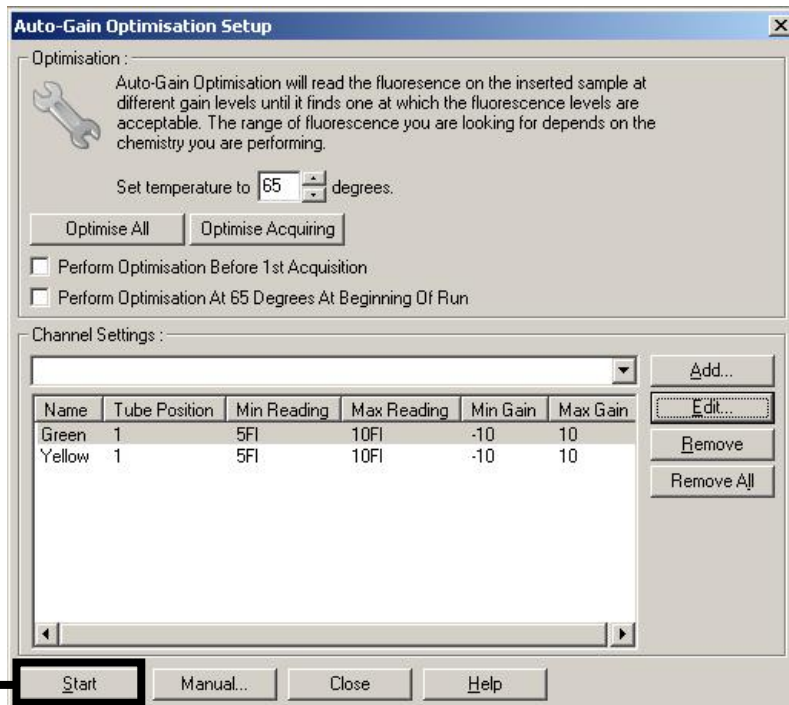

Abbildung 3. Starten der Verstärkungsoptimierung.
3. Klicken Sie auf **Start**, um mit der Optimierung der Verstärkung für den ersten *artus* Assay zu beginnen (siehe Abb. 3).